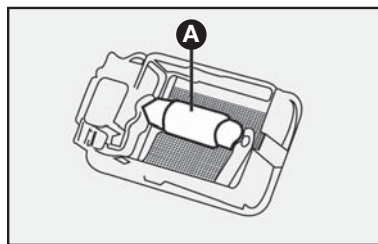

fig. 72
- quite la lámpara de sus contactos de retención y cámbiela por una lámpara nueva **fig. 72**.